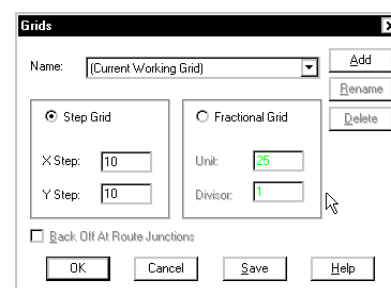

Рис. 27. Настройка рабочей сетки.
2. В появившемся окне Grids (рис. 27) в выпадающем списке Name выберем имя сетки Current Working Grid.